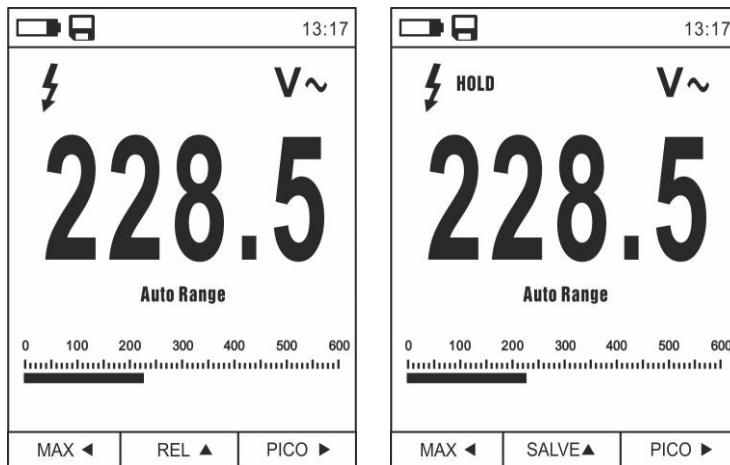

Fig. 7: Guardar o valor apresentado no display
- Premir o botão **HOLD/ESC** para fixar o resultado. A mensagem “HOLD” aparece no display e o botão **REL ▲** passa a **SALVE ▲** (ver Fig. 7)